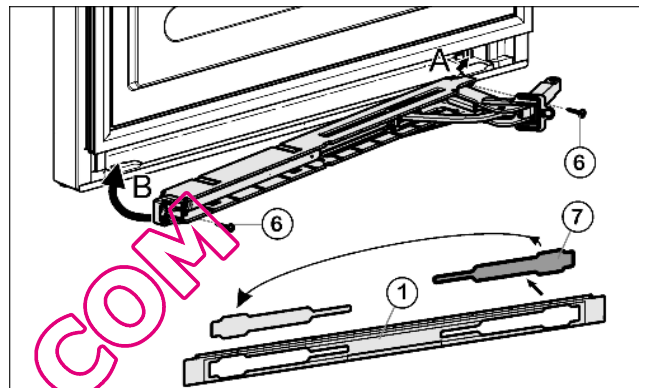

Fig. 14
- ▶ Détacher le cache Fig. 14 (7) du panneau Fig. 14 (1) et le remettre en place de l'autre côté.
- ▶ Encliqueter l'unité de l'amortisseur de fermeture avec l'articulation orientée vers la charnière (A) et bien la guider pour la repositionner (B).
- ▶ Visser à fond l'unité de l'amortisseur de fermeture (2 vis Torx 15) Fig. 14 (6).